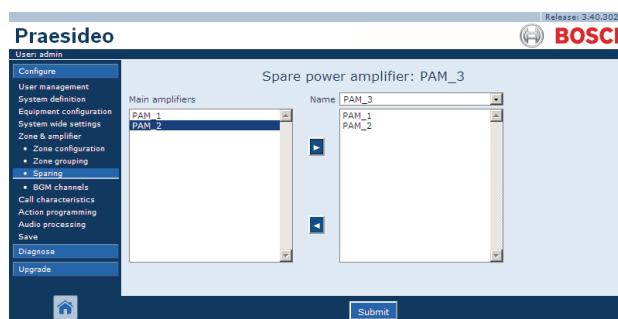

Abb. 45.13: Reservegeräte, Schritt 3
- 3 Wählen Sie den Hauptverstärker, der dem Reserveverstärker im linken Feld zugewiesen werden soll (siehe Abb. 45.13).